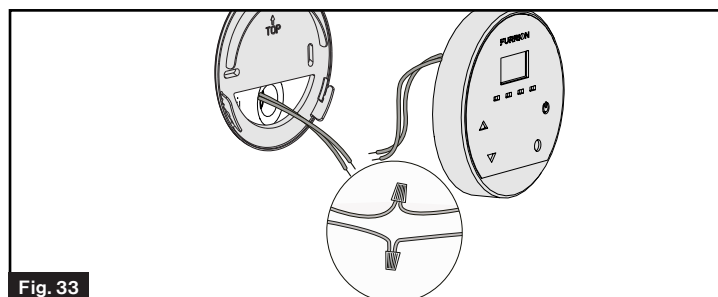

Fig. 33
- Connectez les deux fils bleus de la commande murale à l'appareil directement ou avec les fils de rallonge. (Les fils de la commande murale sont bleus et la polarité n'a pas d'importance.) (Fig. 33)